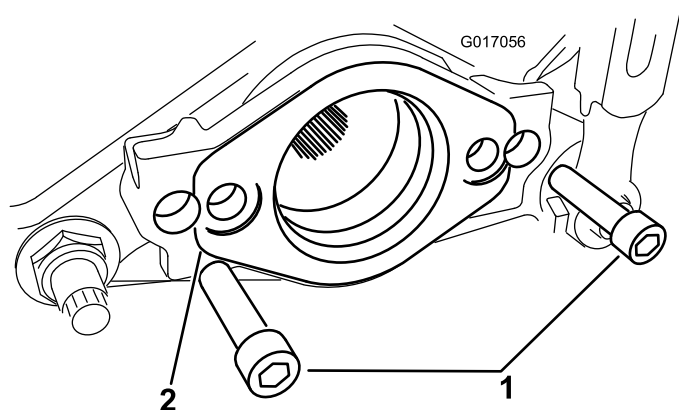

Рисунок 3
7. Отверните два винта с внутренним шестигранником, которые крепят монтажную опору двигателя к правому концу режущего блока. Снимите монтажную опору двигателя (Рисунок 3).